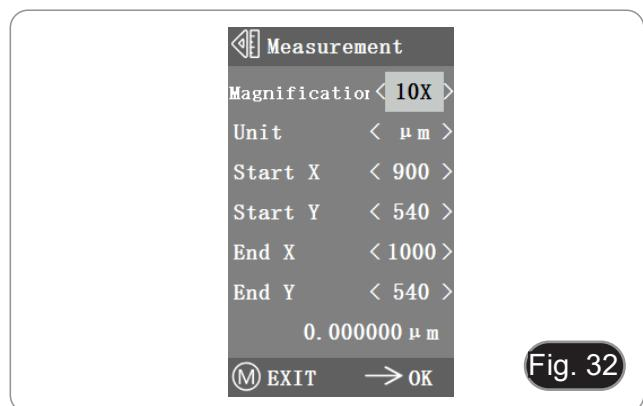

Fig. 32
- 3. Spostare il punto iniziale e finale della posizione X e Y premendo \leftarrow e \rightarrow : la lunghezza della misurazione viene visualizzata in tempo reale. (Fig. 32)